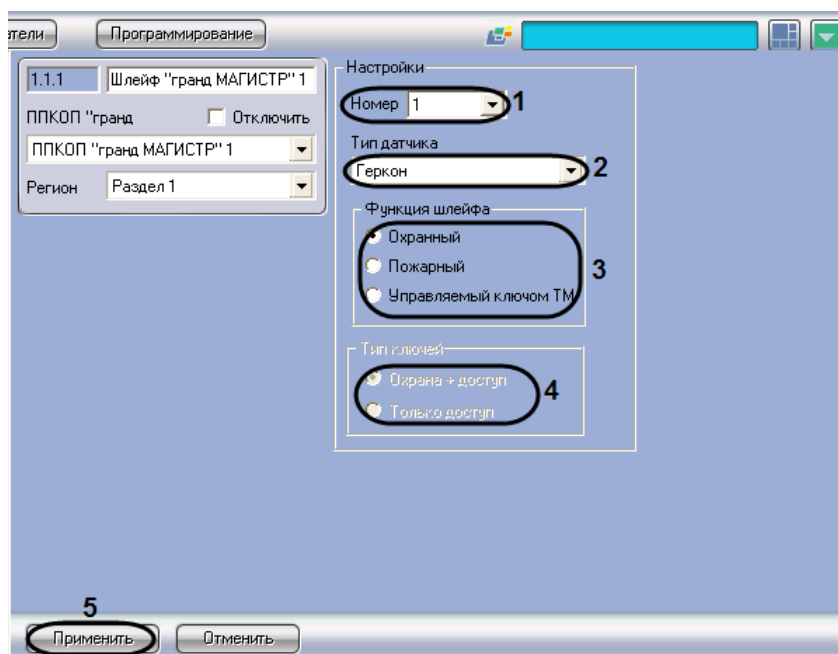

Рис. 3.4-2 Настройка шлейфа сигнализации
1. Перейти на панель настройки объекта **Шлейф “Гранд МАГИСТР”** (Рис. 3.4-2).
2. Из раскрывающегося списка **Номер** выбрать номер шлейфа сигнализации (см. Рис. 3.4-2, 1)
3. Из раскрывающегося списка **Тип датчика** выбрать тип датчика, включенного в шлейф сигнализации (см. Рис. 3.4-2, 2)
4. В группе **Функция шлейфа** установить переключатель в положение, соответствующее функции шлейфа сигнализации (см. Рис. 3.4-2, 3)
5. В группе **Тип ключей** установить переключатель в положение, соответствующее типу ключа Touch Memory, используемого для управления шлейфом сигнализации (ключ охраны и доступа или ключ только доступа) (см. Рис. 3.4-2, 4).
*Примечание. Данная настройка доступна для редактирования в случае, если в группе **Функции шлейфа** выбрано значение **Управляемый ключом ТМ** (см. Рис. 3.4-2, 3).*
6. Для сохранения внесенных изменений в базе данных ПК *Интеллект* нажать кнопку **Применить** (см. Рис. 3.4-2, 5).